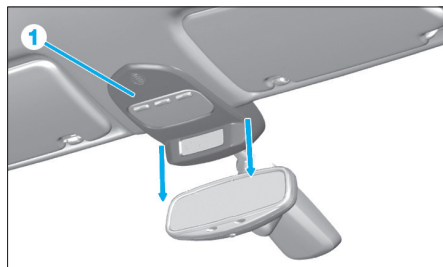

Fig. 1
- la console de pavillon (1) (Fig.1) en tirant sa partie avant,